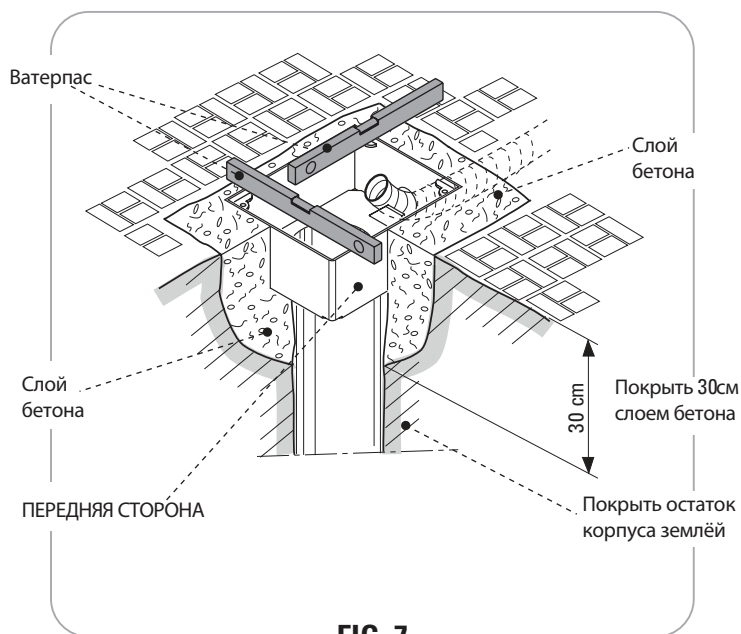
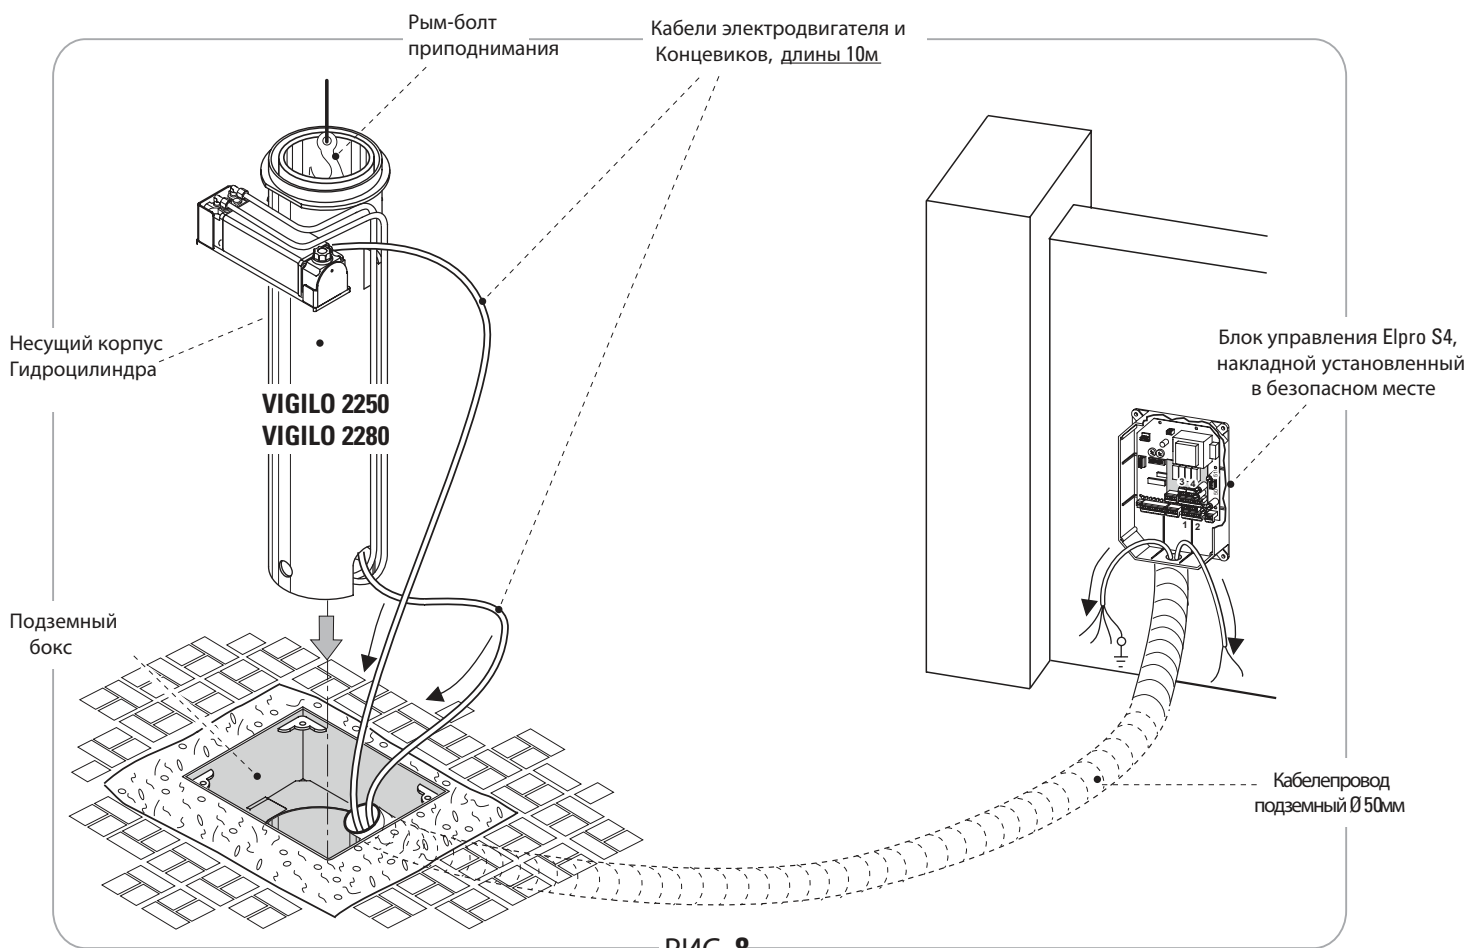

FIG. 7
РИС. 8
- По завершении установки подземного Бокса очень важно, чтобы верхний край корпуса находился на нулевом уровне с дорожной поверхностью (Рис. 7 и Рис. 8)
Внимание: пропустить кабели стараясь не отсоединить или натянуть их. Рис. 8.